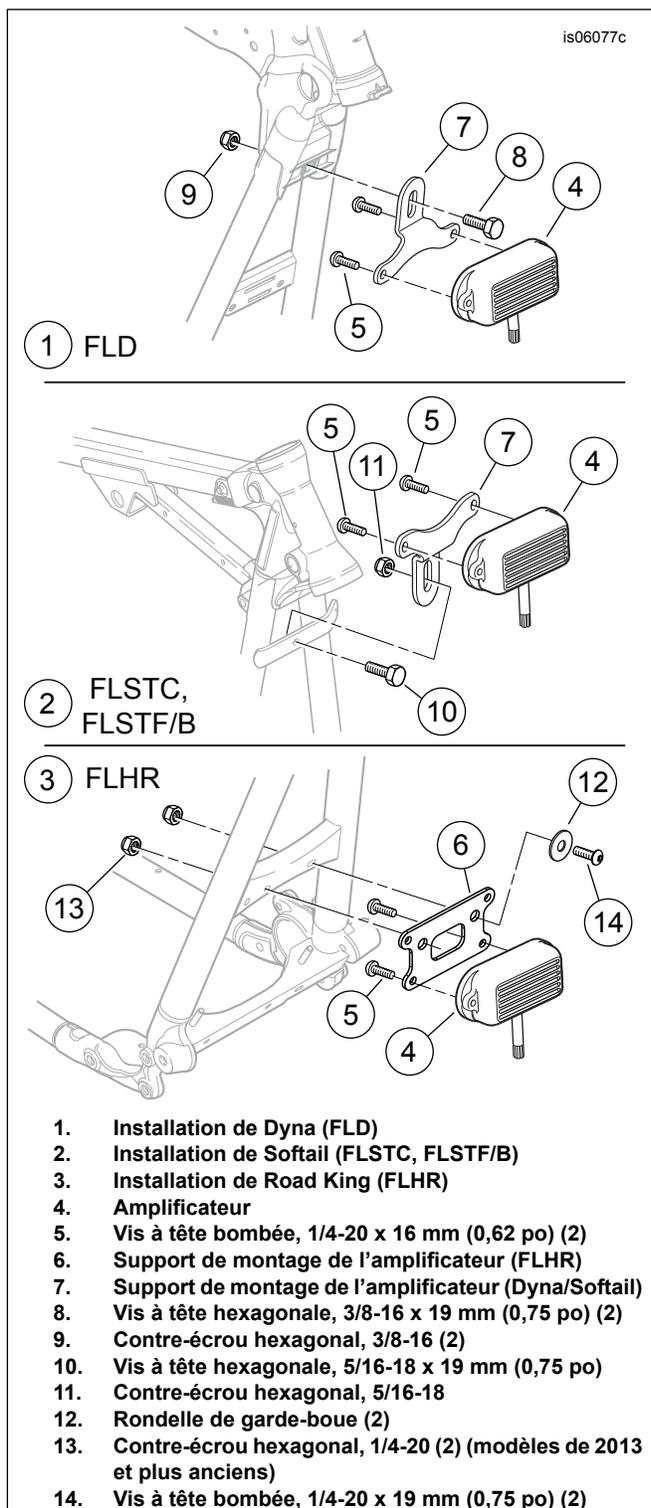

Figure 1. Installation de l'amplificateur et du support
2. Voir Figure 1. Installer l'amplificateur (4, portion de l'ensemble de faisceau de fils) sur le support avec les vis (5) et serrer à un couple de 7,4 N·m (65 in-lbs).
- **Pour les modèles Dyna :** Prendre une vis (11) et un contre-écrou (12) dans le kit.
- **Pour les modèles Softail :** Prendre une vis (13) et un contre-écrou (14) dans le kit.
- **Pour les modèles Road King :** Prendre deux vis (17), deux rondelles (15) et deux contre-écrous (16) dans le kit.
4. Voir Figure 1. Installer l'amplificateur et le support sur la traverse de cadre entre les tubes descendants avant tel qu'illustré.